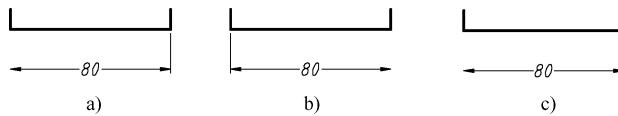

图9-15 隐藏尺寸界线示例
- “隐藏”：“尺寸界线1”和“尺寸界线2”复选框分别用于确定是否显示第一条尺寸界线或显示第二条尺寸界线，如图9-15所示。